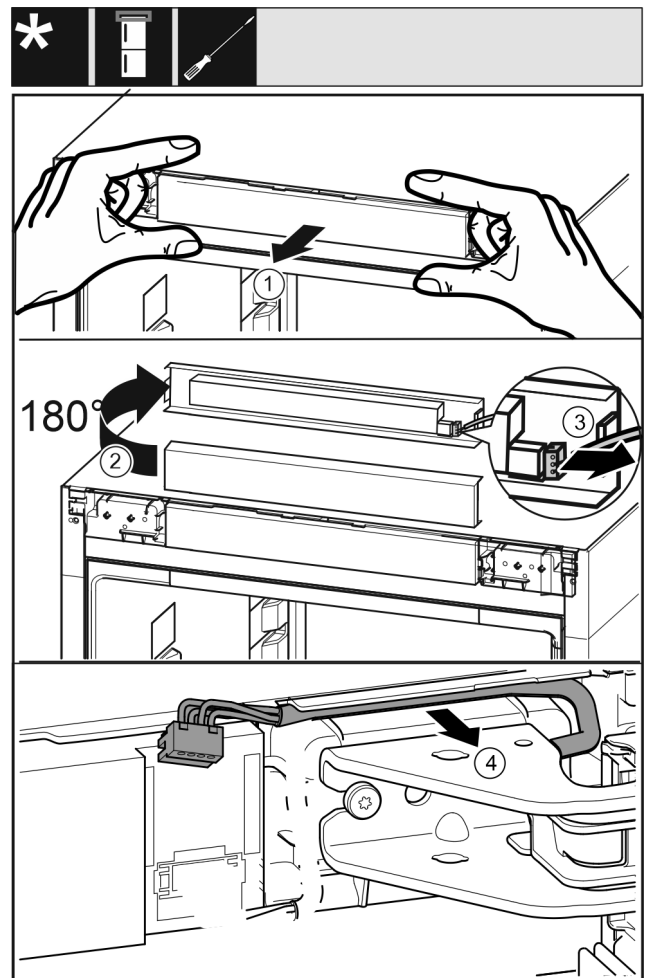

Fig. 9
- ▶ Atbrīvojiet ierīces vadības aizsegu uzmanīgi uz priekšu. Fig. 9 (1)
- ▶ Pagrieziet vadības aizsegu uz augšu par 180°. Fig. 9 (2)
- ▶ Spiediet fiksācijas izcilni uz aizmuguri un uzmanīgi izvelciet spraudni. Fig. 9 (3)
- ▶ Atbrīvojiet uzmanīgi kabeli virs gultņa balsta no vadotnes. Fig. 9 (4)